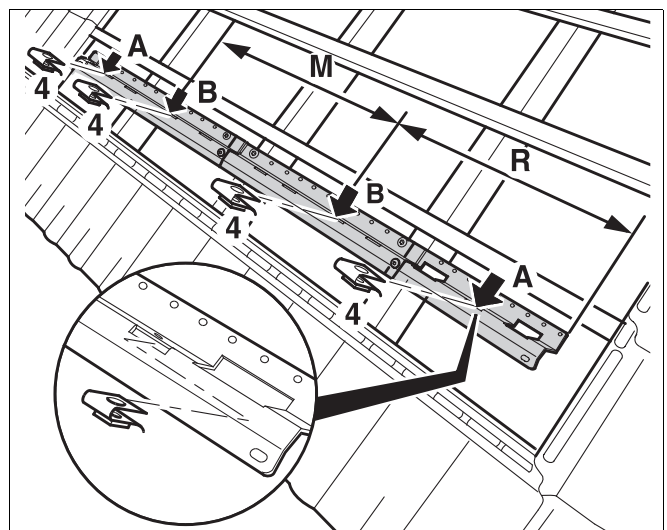

Abb. 17 Käfigmutter einlegen
- Die späteren Kollektormitten ausmessen und auf dem Z-Profil markieren (Abb. 17, Pos. B).
Randabstand (Abb. 17, Pos. R)
Mittenabstand (Abb. 17, Pos. M)
- Die Käfigmutter (Abb. 17, Pos. 4) möglichst nahe bei den Mittenmarkierungen (Abb. 17, Pos. B) in die Aussparungen des Z-Profils einlegen.
- 2 Käfigmutter (4) in die beiden äußersten Aussparungen des Z-Profils einlegen (Abb. 17, Pos. A).